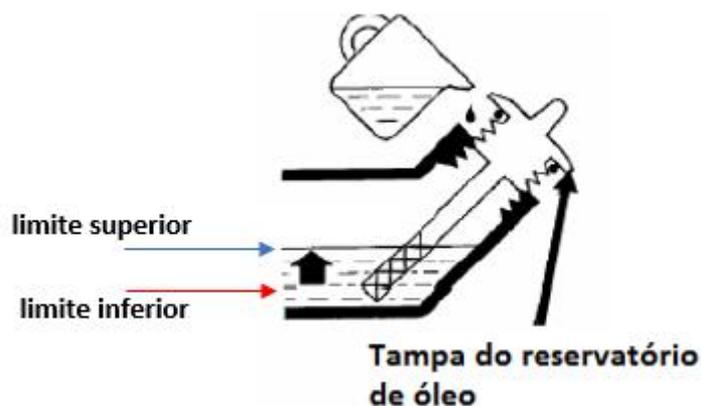

Figura 1. Verificação de óleo
- d) Caso o nível de óleo indicado na vareta esteja entre as marcas superior e inferior, feche e parafuse a tampa do reservatório de óleo. Seu gerador estará pronto para uso. Porém, se o nível estiver abaixo do limite inferior, adicione óleo até o nível ficar entre superior e inferior. E se, o nível estiver acima do limite superior, drene um pouco do óleo até o nível ficar entre os limites inferior e superior, conforme Figura 1.